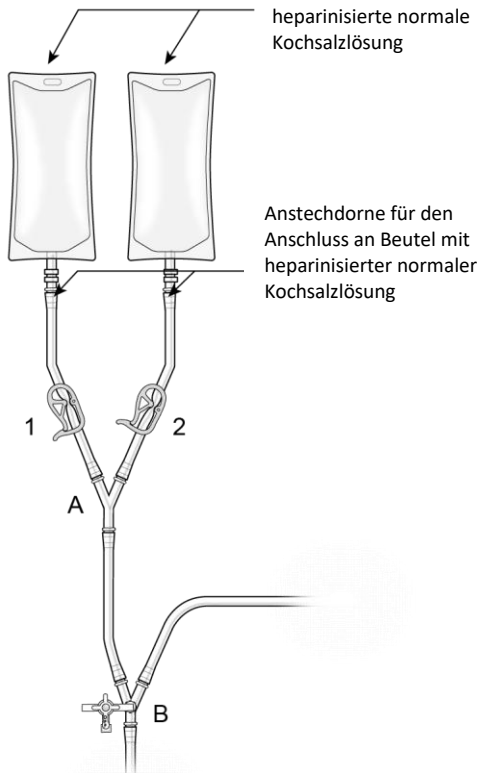

Abbildung 13
- (I) Hängen Sie zwei Beutel der heparinisierten sterilen normalen Kochsalzlösung auf, und verbinden Sie sie wie in Abbildung 13 dargestellt durch Verwendung der Anstechdorne mit dem Kreislauf, um das Vorfüllen der Kreislaufkomponenten durch die Schwerkraft zu ermöglichen.